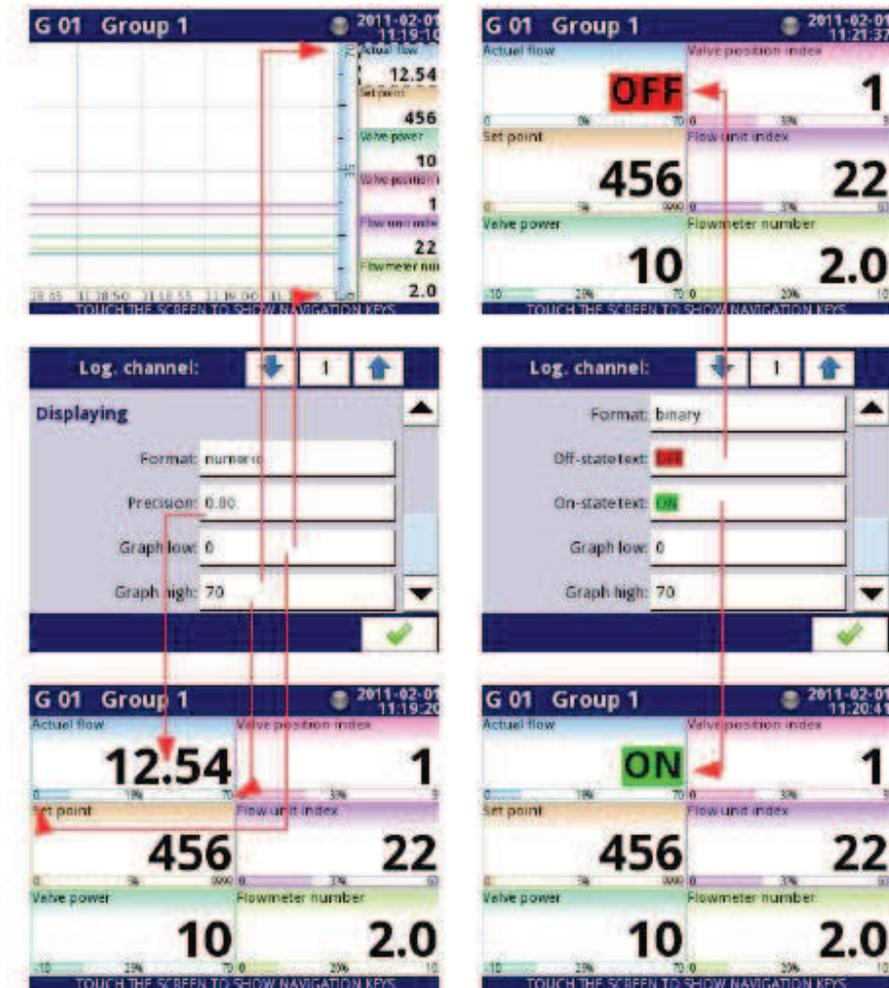

Fig. 7.45. Menú de canales de entrada - 2 tipos diferentes de parámetros de visualización
- **Precisión**: este parámetro se produce cuando el parámetro **Formato** se configura como **numérico** o **tiempo**, lo que especifica la precisión que se mostrará en el valor de salida (ver Fig. 7.45),
- **Gráfico inferior:** el valor de rango mínimo para gráficos, barras, indicador de agujas y barras de porcentaje (consulte la **Fig. 7.45**),
- **Gráfico superior:** el valor de rango máximo para gráficos, barras, indicador de agujas y barras de porcentaje (consulte la **Fig. 7.45**),